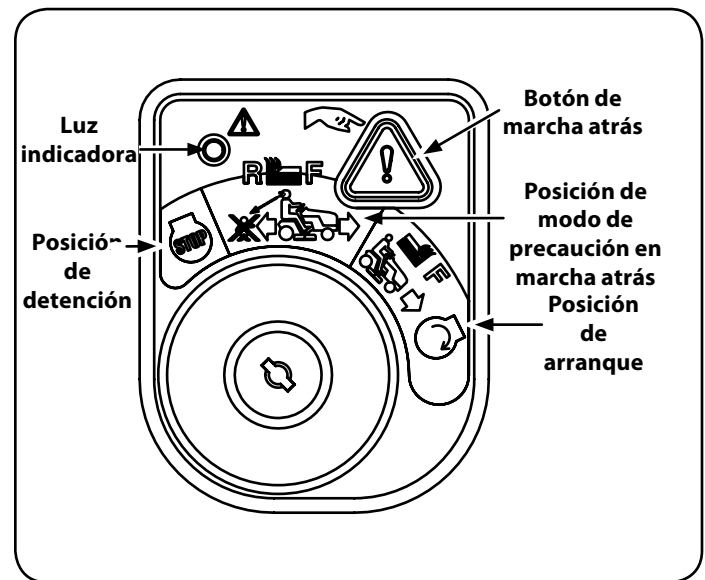

Figura 16
2. Gire la llave desde la posición de PODA NORMAL  (verde) en la posición MODO DE PRECAUCIÓN EN MARCHA ATRÁS  (amarillo) del módulo de interruptor de llave. Vea la Figura 16.
3. Pulse el botón MARCHA ATRÁS  (naranja, botón triangular) en la esquina superior derecha del módulo de interruptor de llave. La luz indicadora roja en la esquina superior del módulo de interruptor de llave a la izquierda estará en ON mientras esté activado. Vea la Figura 16.
4. Su motor está equipado con un drenaje de aceite de giro y tracción (véase la Figura 15 y vaya al paso 5.) o un tapón de la manguera de drenaje de aceite extraíble (véase la Figura 16 y vaya al paso 6.) Siga el caso instrucciones para su tractor.